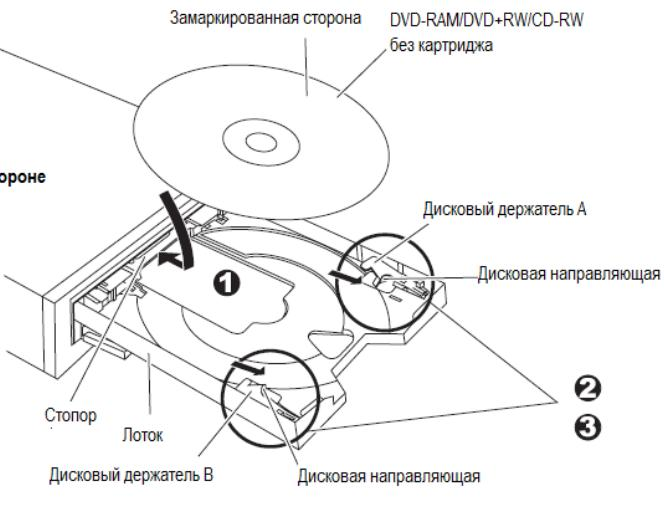

Рис. D.1-2 Вставка диска без картриджа
- Как показано на рис. D.1-2, продвиньте диск вперед (по направлению к стороне дисковода) примерно на 2 см, старайтесь не поцарапать держатель диска.